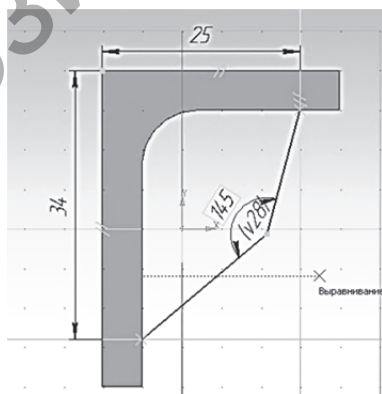

Рисунок 11.6
6. Установите вид слева, отметьте курсором боковую грань уголка и создайте новый эскиз. Нарисуйте ломаную линию с использованием текущей привязки «Точка на кривой», нанесите показанные параметрические размеры (рис. 11.6) и закройте эскиз.